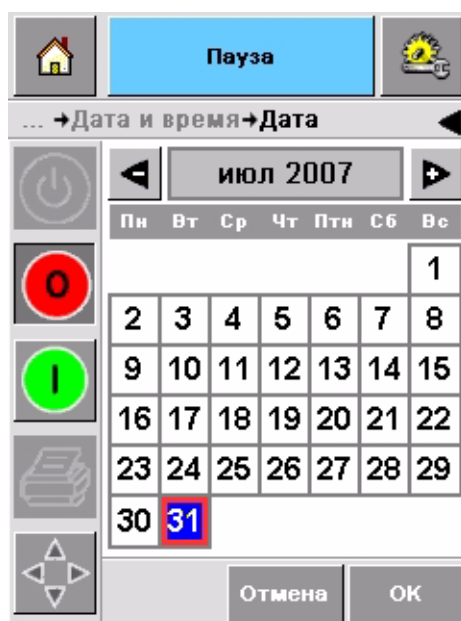

рисунок 3-8: Установка даты для системы
- 5 Нажмите поле "дата" для установки даты, после чего появится страница с календарем, как показано на Рисунок 3-8 на странице 3-7.